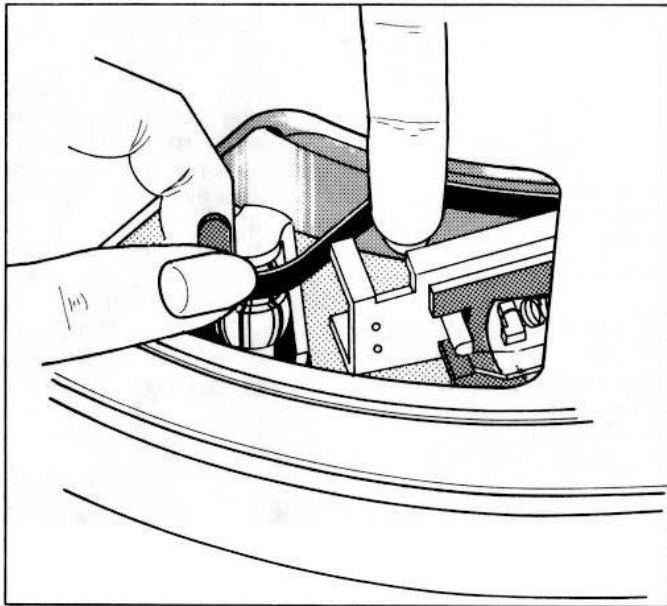

Fig. 16
**Achtung!** Matte (geschliffene) Seite nach innen. Plattenteller vorsichtig über die Lagerbuchse am Plattenspieler führen. Die Plattentellersicherung rastet automatisch ein. Heben Sie den Flachriemen ggf. mit einem Pappe-Streifen vom Plattenteller ab und legen Sie ihn (siehe Fig. 16) auf die Antriebsrolle des Motors. Kontrollieren Sie, daß der Flachriemen innerhalb der Führungsgabel läuft ohne zu streifen.
**Attention!** Le côté mat rectifié doit être à l'intérieur. Placer avec précaution le plateau sur l'axe du coussinet. Le cran de sécurité du plateau prend automatiquement l'encoche. Soulevez le tapis, retirez la courroie plate du plateau, au besoin à l'aide d'une bande de carton et placez-la sur la poulie comme indiqué dans la Fig. 16. Vérifiez que la courroie roule dans la guide sans l'effleurer.
Lift the platter mat on a recess of a platter and rotate this section to the range of the drive pulley of motor. Remove the flat belt with a cardboard strip, if necessary, and put it on the motor drive pulley, as shown in Fig. 16. Make sure that the flat belt runs freely within the guide fork.
Eleve la correa plana del plato, en caso necesario con una tira de cartón, colocandola sobre la polea de accionamiento como indica la Fig. 16. Compruebe que la correa plana circula por la horquilla guía sin rozamientos.
Sollevate ora la cinghia, eventualmente usando una striscia di cartone, ed applicatela sulla bussoletta come in Fig. 16. Controllate che la cinghia scorra nella guida senza sfregamento.
Lyft därefter med hjälp av en pappremsa precisionsremmen enligt Fig. 16 över drivrullen. Kontrollera samtidigt att remmen ligger i styrgaffelns mitt.